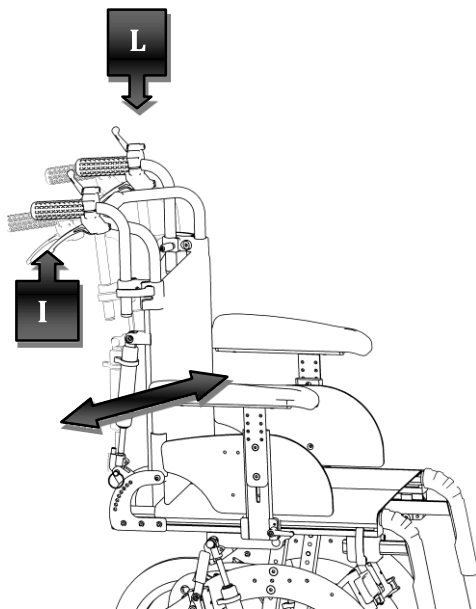

Abbildung 14
Die Neigung der kippbaren, gefederten Rückenlehne kann durch leichten Druck nach oben der Hebel (I) unterhalb der in Abbildung 14 gezeigten Schiebegriffe variiert werden.
Wo gewünscht, kann die Kippbewegung durch Betätigen der in Abbildung 14 gezeigten Hebel (I) unterhalb der Schiebegriffe erfolgen.